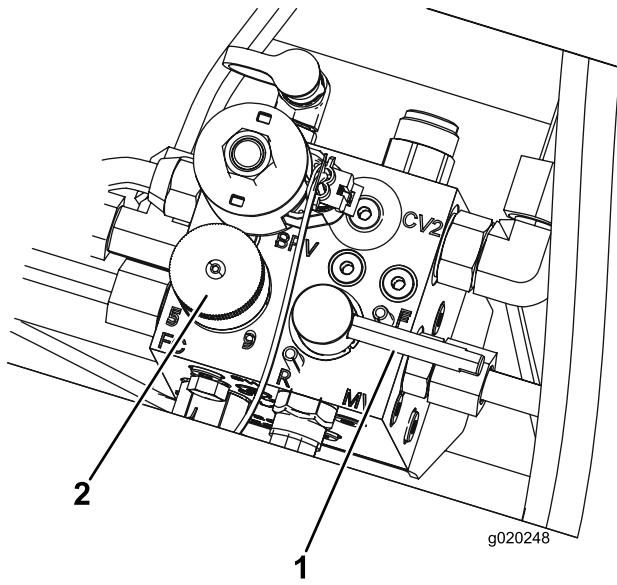

Figura 66
5. Impostate il regolatore della velocità del cilindro in posizione 1 (Figura 66).
6. Spostate la leva di lappatura in posizione R (lappatura) (Figura 66).